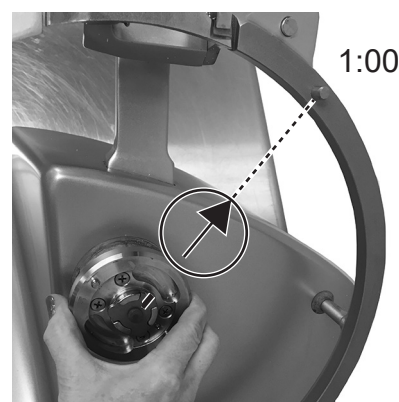

Fig. 17
- Orientez la marque du moyeu du couteau vers la flèche comme indiqué à la figure 17, de sorte qu'elle pointe à l'axe sur le protège lame en position 1 h (Fig. 17).